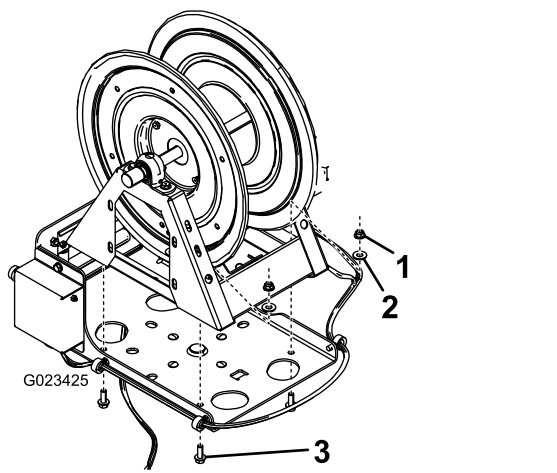

Figure 22
5. Fixez le dévidoir à la plaque pivotante au moyen de 4 boulons (3/8"-16 x 1"), 4 rondelles (7/16") et 4 écrous à embase (3/8"-16), comme montré à la Figure 22.